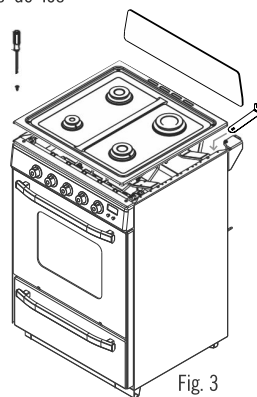

Fig. 3
- ✗ Retirar el respaldo, las rejillas de los quemadores y los difusores de los quemadores (Fig. 3).
- ✗ Retirar la plancha sacando los 4 tornillos que fijan la misma y los 8 tornillos que fijan los quemadores (Fig. 3).
- ✗ Colocar el fleje de anclaje fijándolo a la chapa superior según indica el detalle (Fig. 3).